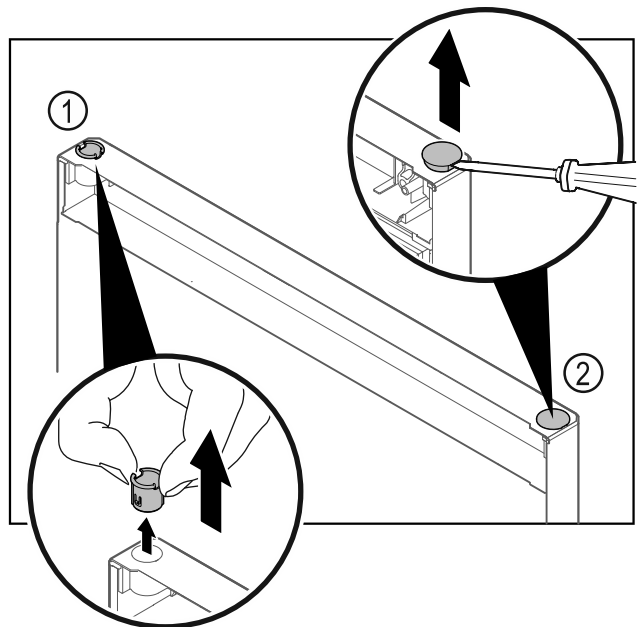

Fig. 18
- ▶ Пальцами вытяните шарнирную втулку Fig. 18 (1).
- ▶ Шлицевой отверткой осторожно подцепите и извлеките заглушку Fig. 18 (2).